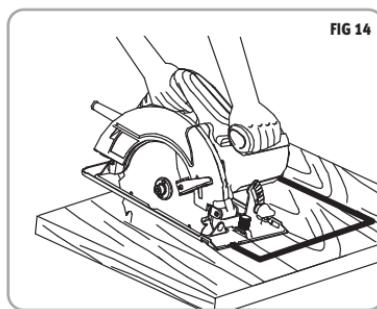

FIG 14
- 03** Utilize a alavanca retrátil de guarda para mover a guarda protetora da lâmina na posição vertical, feito isso, acione o motor da ferramenta e bixe-a gradualmente até que se inicie o corte do material (FIG 14).